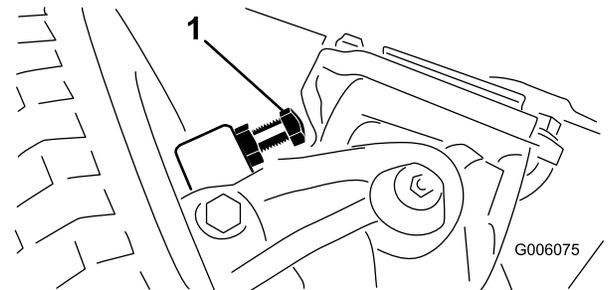

Figura 69
- Enrosque o desenrosque los pernos hasta obtener el espacio de 2,3 mm; consulte la Figura 69.